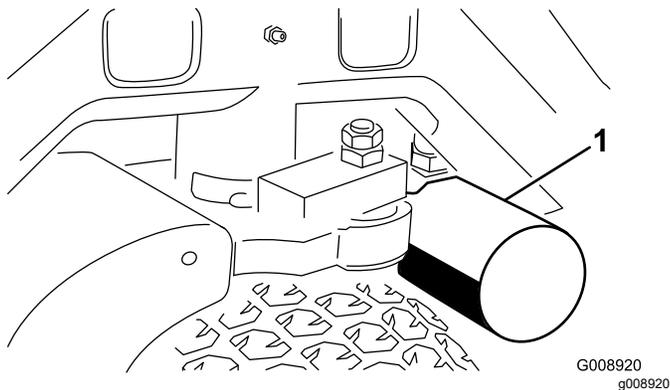
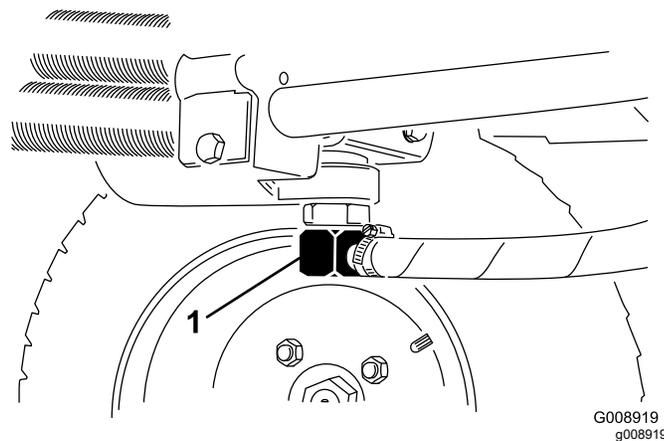

Figura 64
Figura 65
3. Limpe a zona de montagem do filtro. Coloque um recipiente de escoamento debaixo do filtro (Figura 64) e retire o filtro.
2. Desconecte as linhas hidráulicas (Figura 65) ou retire o filtro hidráulico (Figura 64) e deixe que o fluido hidráulico escorra para dentro de um recipiente de escoamento. Instale as linhas hidráulicas quando o fluido pare de escorrer.